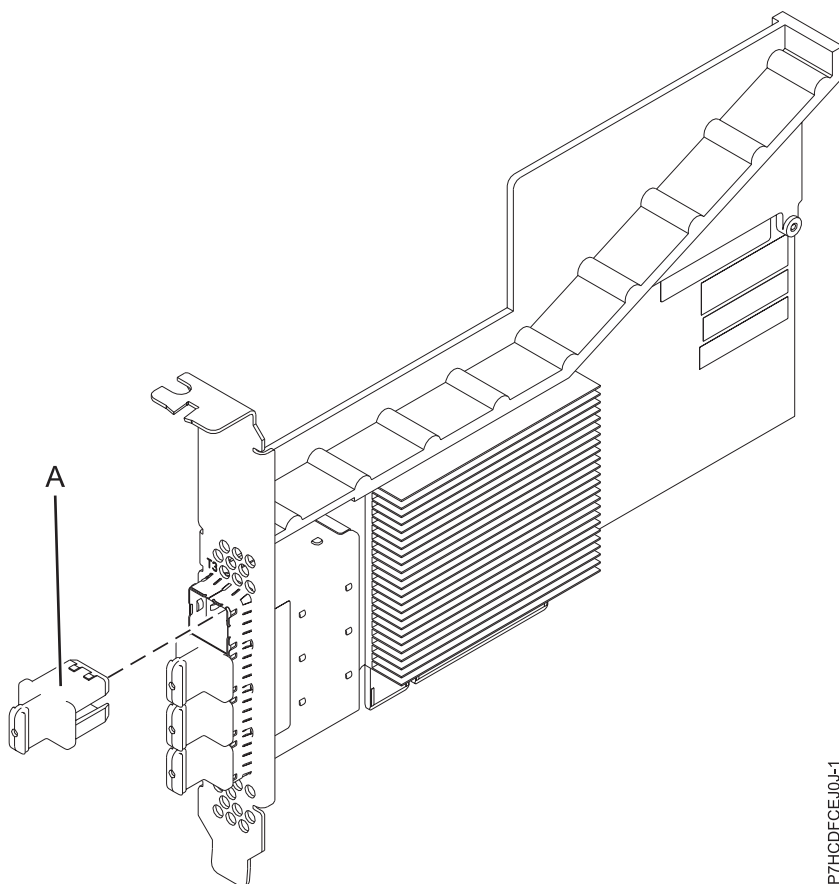

Figura 17. Adaptador de Fita PCIe3 SAS
O Adaptador de Fita PCIe3 SAS 6Gb x8 de porta quádrupla é um adaptador PCI Express PCIe, de terceira geração, RAID SAS que possui um low profile, fator de forma curto, mas oferecido para instalação do full height. O adaptador é usado em aplicativos serial attached SCSI (SAS) de alto desempenho e alta densidade. Ele suporta a conexão de fita SAS usando quatro conectores mini SAS x4 de alta densidade (HD) que permitem que os links físicos sejam usados em várias configurações de portas estreitas e amplas. A conexão de fita SAS é suportada somente em uma configuração de adaptador único e não pode ser combinada com o disco SAS no mesmo adaptador. O adaptador não possui cache de gravação. Figura 17 na página 44 mostra o Adaptador de Fita PCIe3 SAS 6Gb x8 de porta quádrupla.
O Figura 17 na página 44 mostra o adaptador. O plugue do conector (A) está instalado em uma porta vazia e evita danos a essa porta sempre que um cabo para os conectores de porta adjacente é plugado ou removido.